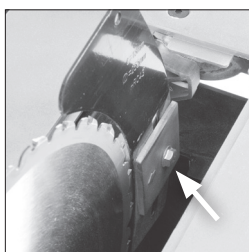

Fig. 15
- Desserrer les boulons de fixation du couteau fendeur de plusieurs tours puis mettez-le dans sa position la plus haute (**Fig. 15**).
- Faites coulisser le couteau diviseur (la rainure facilite cette opération) entre la plaque de fixation et le bloc de montage (**Fig. 15**). Veillez à ce que les ergots saillants des blocs de montage s'insèrent dans la fente du couteau diviseur.